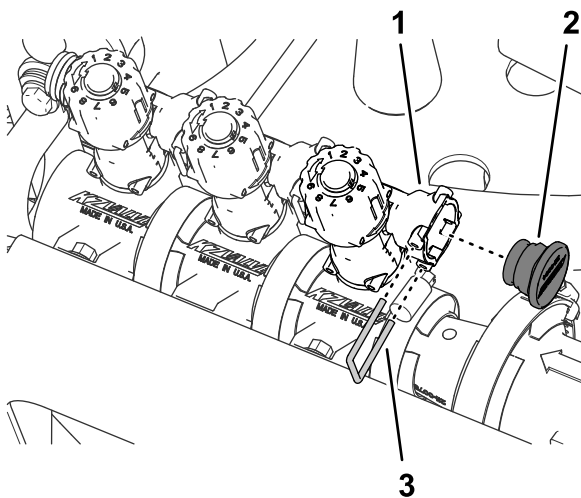

Рисунок 67
8. Установите заглушку в гнездо быстроразъемного соединителя перепускного клапана (Рисунок 67).
9. Закрепите заглушку на гнезде быстросъемного соединителя с помощью держателя, снятого при выполнении пункта 3 (Рисунок 67).